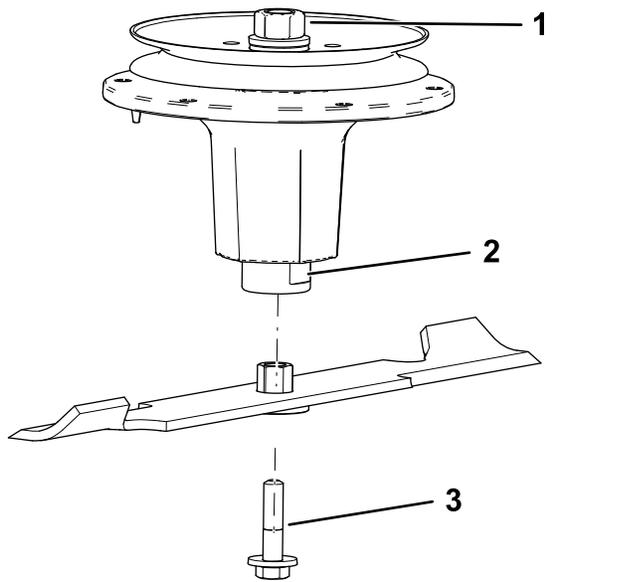

Figura 112
2. Instale el conjunto de buje/cuchilla en el eje (**Figura 112**).